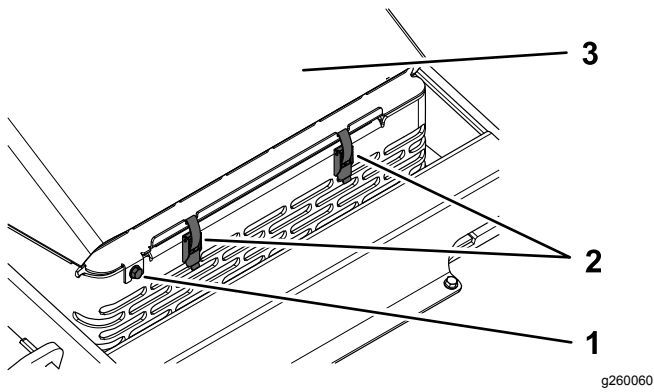

Figura 37
3. Afloje el tornillo de bloqueo del capó (Figura 37).
4. Sujete el capó y suelte los dos enganches (Figura 37).
5. Levante el capó (Figura 37).
2. Apriete el tornillo de bloqueo del capó (Figura 37).